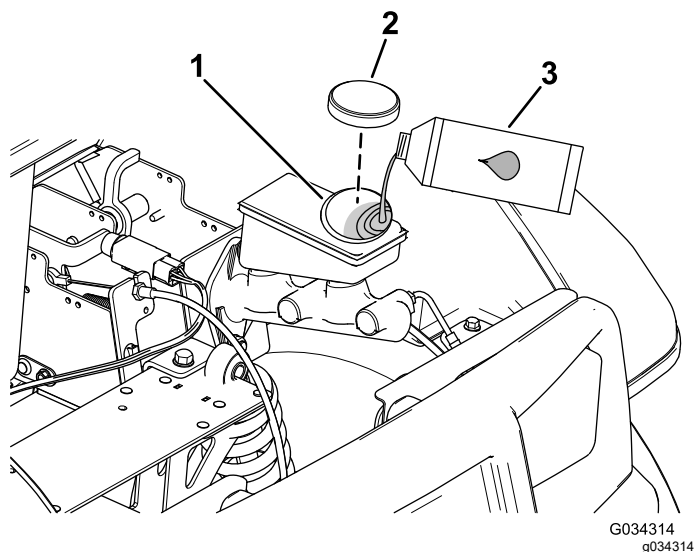

Рисунок 52
2. Поднимите капот, чтобы получить доступ к главному тормозному цилиндру и бачку (Рисунок 52).
- А. Очистите область вокруг крышки бачка и снимите крышку (Рисунок 52).
- С. Установите на место крышку бака (Рисунок 52).